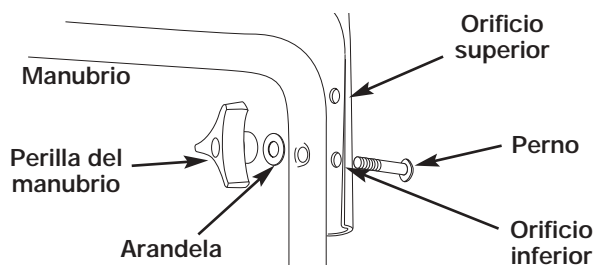

Fig. 2
1. La altura del manubrio puede ajustarse retirando las perillas y los pernos de montaje y volviendo a instalarlos a través del orificio superior o inferior del ensamble del manubrio (Fig. 2).